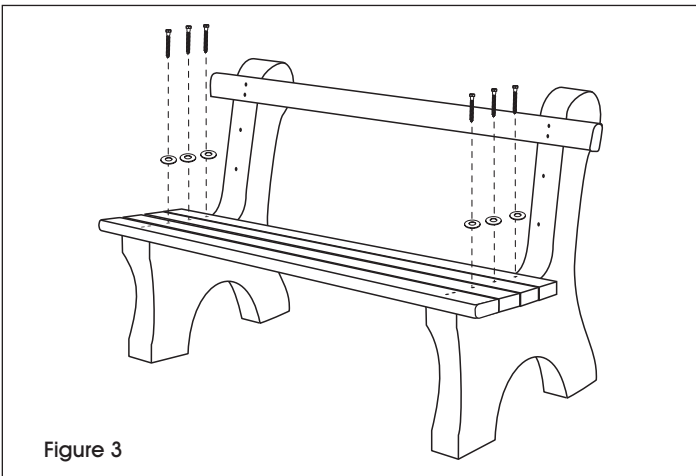

Figure 3
2. Alignez trois planchettes à un trou sur les trous prépercés de la partie siège des bases de banc. Fixez-les lâchement à l'aide des vis tire-fonds de 3 ½ po, des rondelles, de la perceuse et de la douille tournevis de 7/16 po (Serrez les vis plus tard à l'étape 7). (Voir Figure 3)